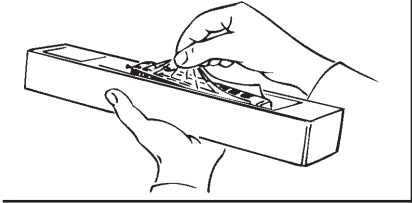

Fig. 2
**Fittings:** Operation is possible with different couplings (fig. 2). We recommend using the Roco close coupling.
**Attention!** Use glue only if indicated (fig. 2+3).
**Les attelages:** En vue d'une exploitation pratique sur votre réseau vous pouvez choisir parmi plusieurs types d'attelages conformes aux différents systèmes d'attelage pratiqués en H0 (voir fig. 2). Nous vous recommandons l'emploi de l'**attelage court Roco**.
Le sachet joint comprend entre autres des petites pièces de finition conformes à la réalité et à **rapporter avec précaution** par le modéliste (fig. 2+3), si désiré. **Attention:** N'utilisez de la colle qu'aux endroits expressément indiqués aux dessins!